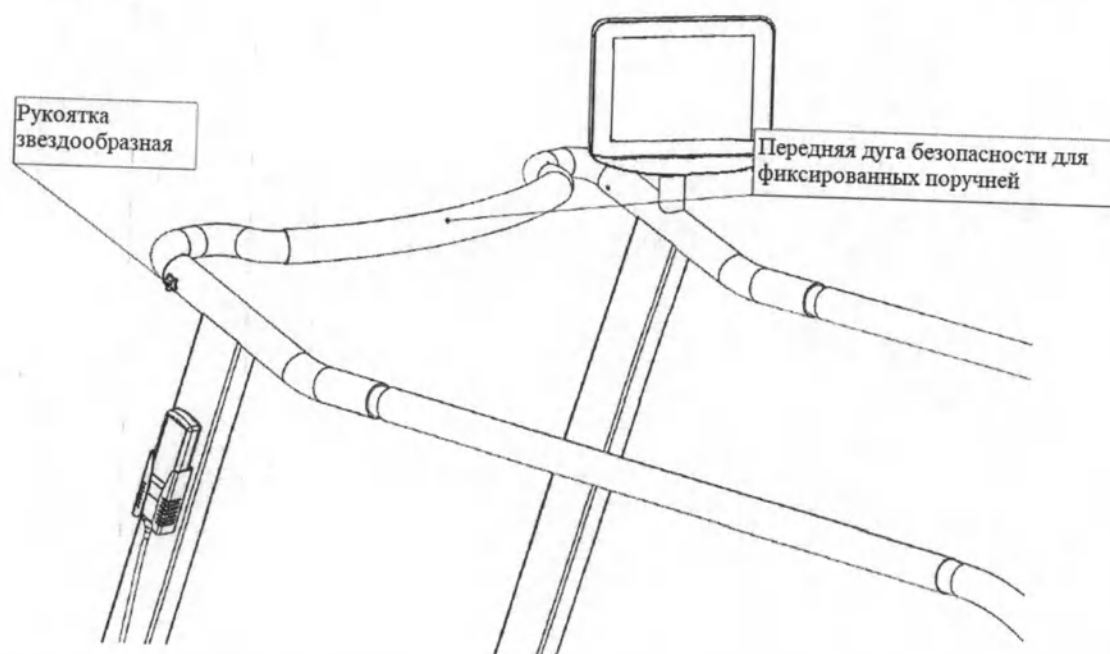

Рисунок 33 – Установка передней дуги безопасности для фиксированных поручней
- разместите дугу безопасности в соответствующих отверстиях фиксированных поручней (см. рисунок 33) или регулируемых поручней (см. рисунок 34), совместив при этом резьбовые отверстия в передней дуге безопасности и отверстия в поручне;